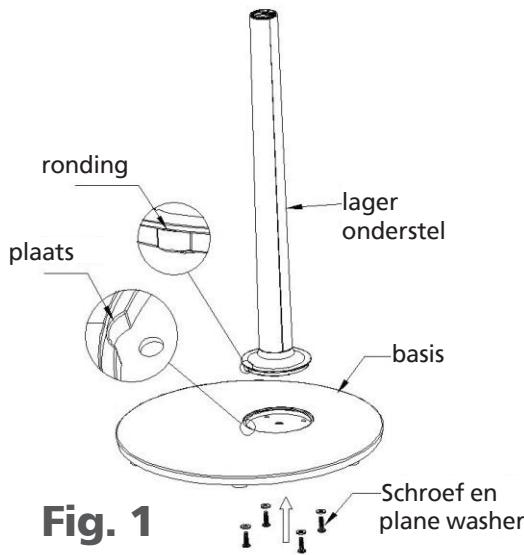

Fig. 1
1. Steek de lagere onderstel in het gat aan de onderkant. Draai de voet met de 4 schroeven vast aan de basis (Fig. 1)